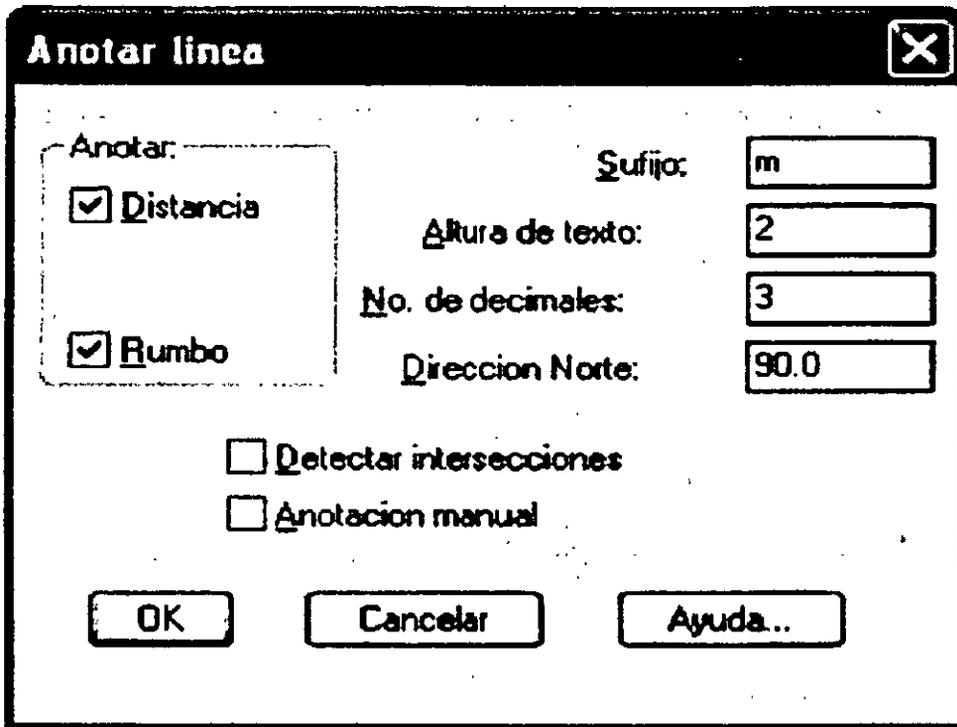

Fig. 7: Caja de diálogo para anotar líneas
11. Seleccione "Anotar → Línea" del menú. Indique anotar distancia y rumbo en líneas, elimine el sufijo, acepte el valor por defecto de altura de texto y número de decimales. Presione OK (ver fig. 7)